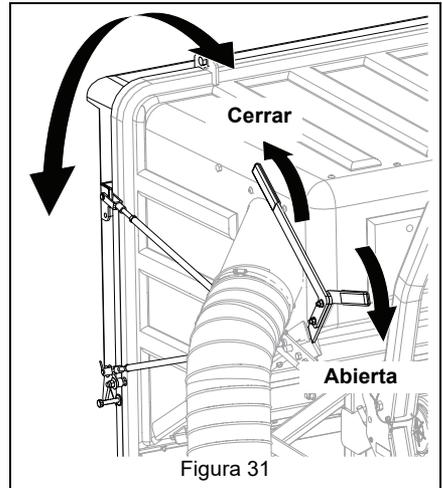

Figura 31
3. Gire la maneta hacia atrás para cerrar la embolsadora. Consulte Figura 31.